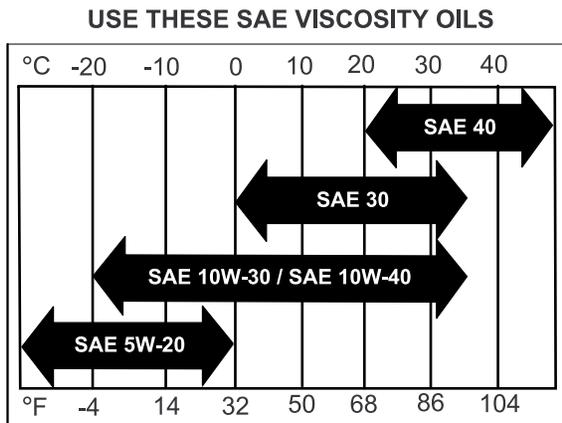

Figure 28
4. Remplissez le carter moteur de l'huile spécifiée; voir Figure 28.